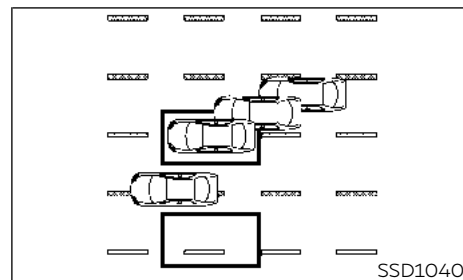

Ilustración 12: Ingreso por un costado
- **Ilustración 12: El sistema Blind Spot Intervention no funcionará si su vehículo está sobre una línea que delimita el carril cuando otro vehículo entra a la zona de detección. En este caso, sólo funciona el sistema BSW.**